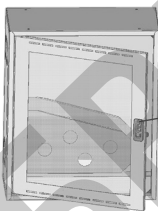

Рисунок 8
5) В двери необходимо открутить два самореза 4,2х13 мм фиксирующих ручку в двери. Затем необходимо перевернуть ручку дном вверх (рисунок 8а). Открутив третий саморез 4,2х13 мм в ручке необходимо повернуть металлический язычок 13 на 180° градусов. Далее снова фиксируем третий саморез на место (рисунки 8б)
Рисунок 8 а
Рисунок 8 б